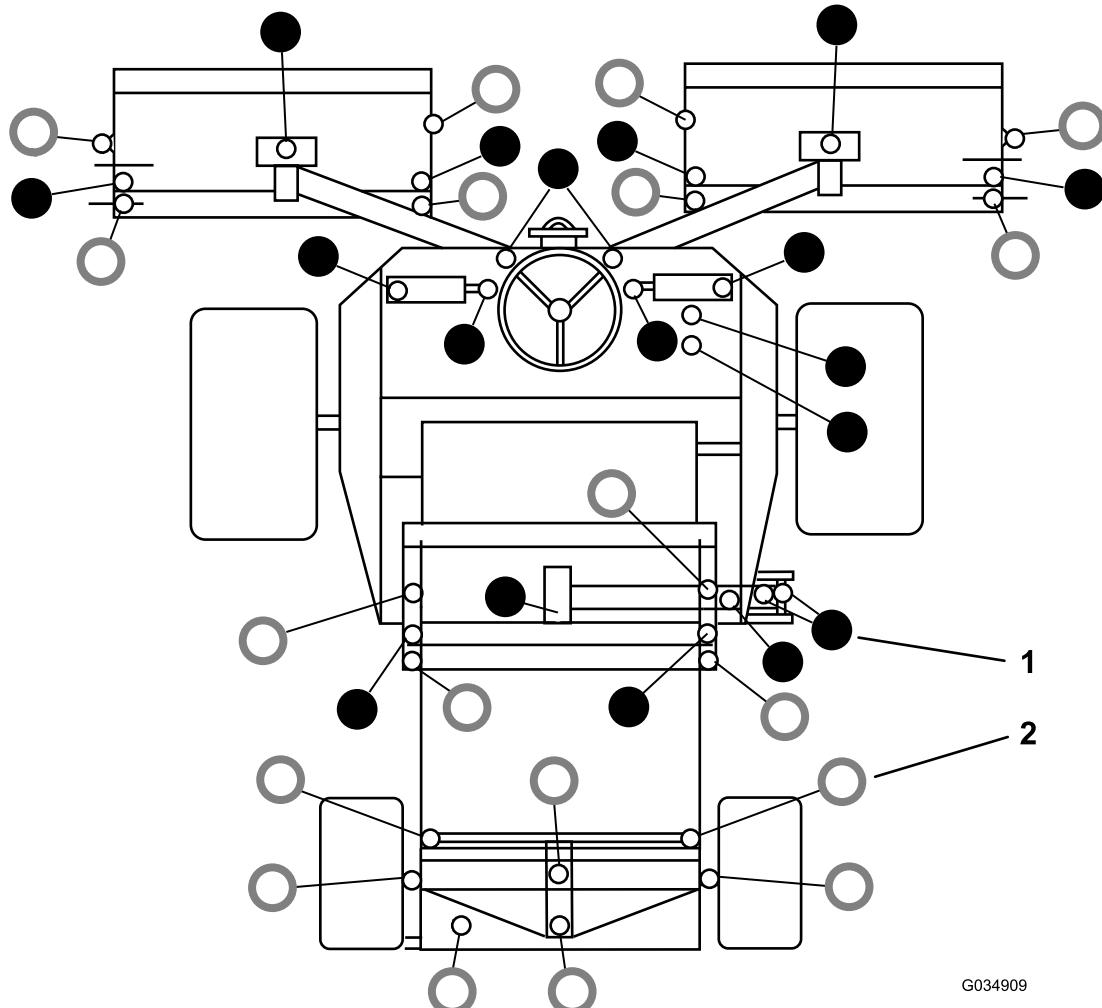

Figure 48
- Voir l'emplacement des graisseurs à la Figure 48.